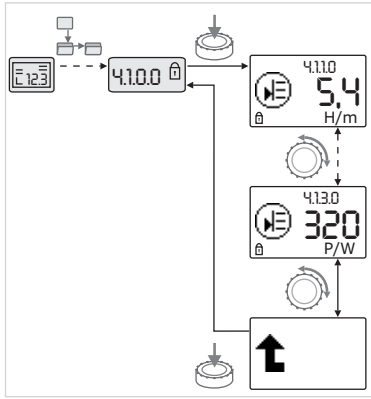

Fig. 40: Hämtning av information
- Välj menyelement av typen "Information" för aktuell undermeny genom att vrida på den röda knappen (se fig. 40). För en förklaring av inställningarna med symboler, se tabellen i kapitel 8.7 "Referens menyelement" på sidan 33.